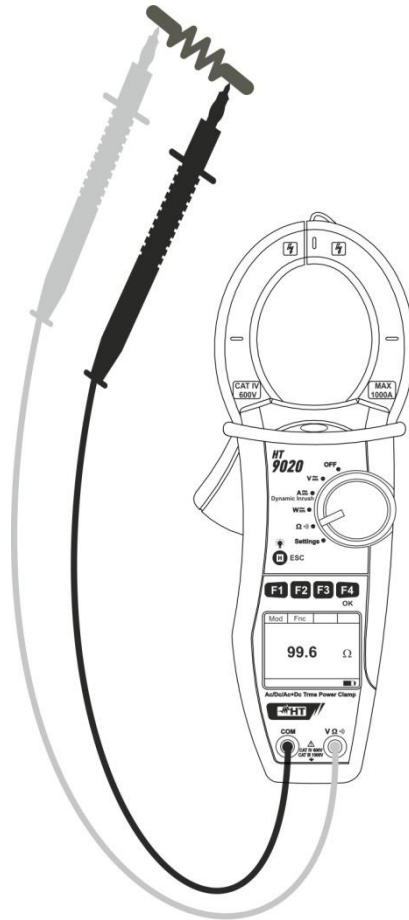

Fig. 13: Medição de resistências e Teste de Continuidade
4. Inserir o cabo vermelho no terminal de entrada **VΩ** e o cabo preto no terminal de entrada **COM** e efetuar as ligações do instrumento (ver Fig. 13)